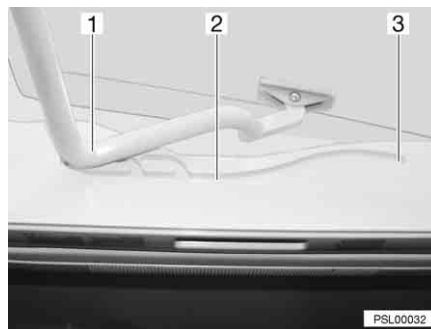

Fig. 20 Oblò inclinabile, guida
- Tirare la staffa (Fig. 20,1) nelle guide (Fig. 20,2) fino alla posizione più all'indietro (Fig. 20,3).
- Spingere la staffa (Fig. 20,1) leggermente verso l'alto con ambedue le mani.
- Tirare la staffa nelle guide (Fig. 20,2) fino alla posizione desiderata.